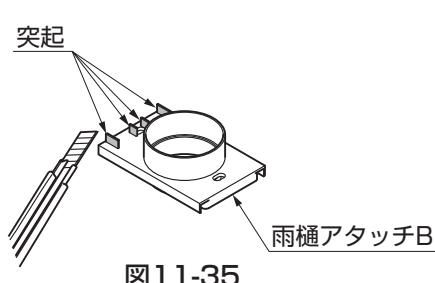

図11-35
⑤雨樋アタッチBの4ヶ所の突起をカッターで除去してください。(図11-35参照)
⑥天井材に $\phi 3.2$ の下穴をあけてから雨樋アタッチBを雨樋アタッチメントに挿入し【6-1】で取付けてください。
⑦ 竪樋の長さをH24の場合は2138mmに、H29の場合は2593mmに切断してください。